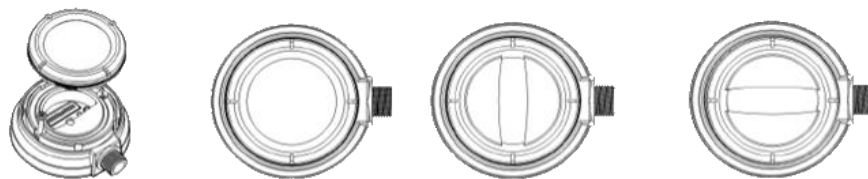

Figure 1 – Montage de la lentille Figure 2 – lentille 360° Figure 3 – lentille de 90° pour corridor Figure 4 – lentille pour corridor
8. Fixer la lentille au module du capteur et tourner sur cinq degrés environ dans le sens des aiguilles d'une montre pour verrouiller en place (consulter la Fig. 1). La lentille peut être installée sur le module du capteur si celui-ci a été pivoté de quatre-vingt-dix degrés (consulter les Fig. 3 et 4).
1. Pour fixer la lentille : mettre l'ensemble de la lentille de niveau avec le module du capteur et tourner de cinq degrés environ dans le sens des aiguilles d'une montre pour verrouiller en place (consulter la Figure 1). La lentille peut être installée sur le module du capteur si celui-ci a été pivoté de quatre-vingt-dix degrés (consulter les Fig. 3 et 4).
4. Réinstaller la lentille du capteur sur le module. La faire tourner de cinq degrés environ dans le sens des aiguilles d'une montre pour verrouiller en place (consulter la Fig. 1). La lentille peut être réinstallée sur un capteur si celui-ci a été pivoté de quatre-vingt-dix degrés (consulter les Fig. 3 et 4).